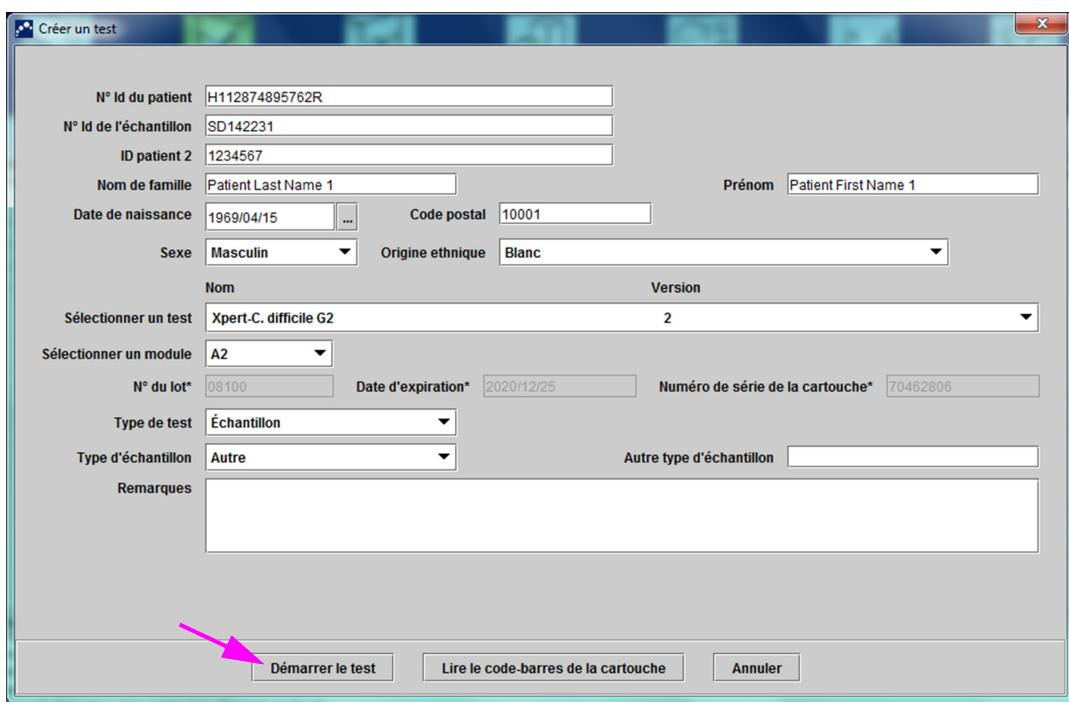

Figure 5-32. Boîte de dialogue Crée un test, prêt pour le démarrage du test
1. Dans la boîte de dialogue Crée un test (cf. Figure 5-32), cliquez sur **Démarrer le test**. Le logiciel demande votre mot de passe (si un mot de passe est requis pour lancer un test).